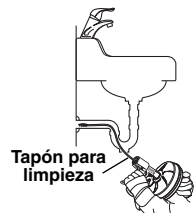

Figura 5
- En otros lavabos, será necesario quitar el tapón para la limpieza o desmontar el sifón (*vea la Figura 5*). No olvide colocar un recipiente debajo del sifón para recibir el agua que puede caer.